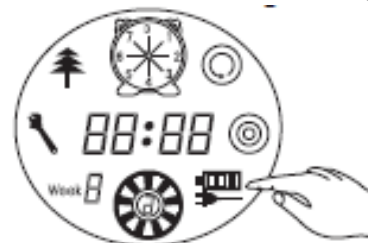

Рис. 4
6. Когда заряд батареи очень низкий, первая палочка значка зарядки будет мигать, когда будут мигать вторая и третья палочка, это будет свидетельствовать о том, что она заряжается, мигание прекратится, когда батарея будет полностью заряжена. (См. рис. 4 и рис. 5)